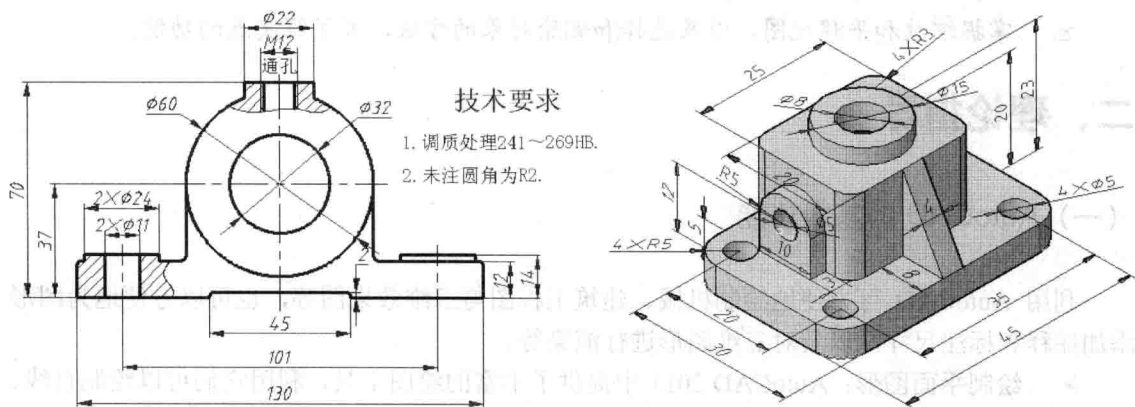

图 1-3 为图形标注尺寸
- **为图形标注尺寸和添加注释：**对所绘图形进行尺寸标注和添加文字注释（如表面处理要求、加工注意事项等）是整个绘图过程中不可缺少的一步。在 AutoCAD 中，系统提供了一套完整的尺寸标注与编辑命令，使用它们可以方便地为二维和三维图形标注各种尺寸，如线性尺寸、角度、直径、半径和公差等，如图 1-3 所示。